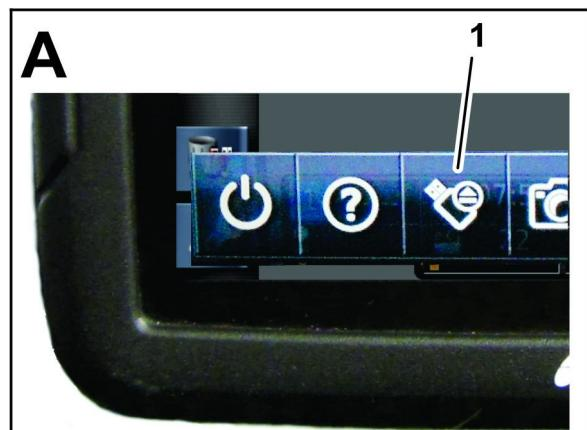

Figure 33
8. Faites glisser le doigt sur l'écran pour accéder à la barre de menu flottante (Figure 33).
9. Appuyez sur l'icône ÉJECTER USB (Figure 33).
10. Dans la boîte de dialogue Éjecter USB, appuyez sur l'icône de confirmation et retirez le périphérique de stockage USB de la console de commande (Figure 33).